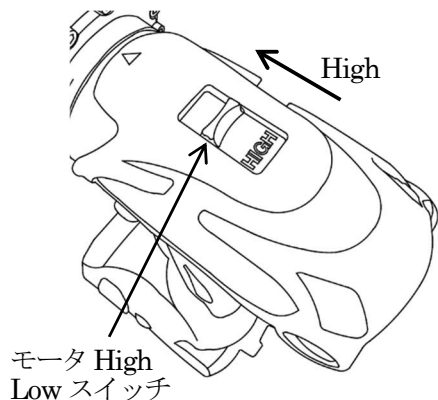

図4
1. モータのHigh、LowスイッチをHighで使します。（図4）